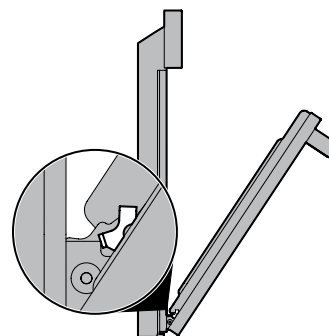

Figure 29: Desbloqueo de la bisagra de la puerta
3. Sujete la puerta por los lados y cierre la puerta hasta que el marco de la puerta haga contacto con las bisagras desbloqueadas (Figure 29: Desbloqueo de la bisagra de la puerta).
2. Sostenga la puerta del horno en el mismo ángulo que la posición de remoción (Figure 29). Coloque con cuidado las palancas de las bisagras en el marco del horno hasta que sienta que estas están asentadas sobre las muestras de las bisagras. Los brazos de las bisagras deben estar completamente apoyados en las muescas de las bisagras antes de poder abrir la puerta del horno por completo.